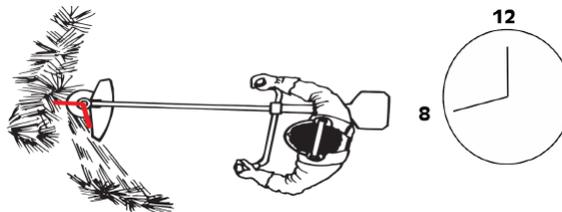

Figura 6.10. Forma correcta de trabajar con la motodesbrozadora.
- El desbroce se hará realizando un barrido de derecha a izquierda y la cuchilla trabajará entre las 8 y las 12. Este barrido se realizará a aceleración máxima. El movimiento de retorno será de izquierda a derecha y se efectuará sin realizar aceleración (figura 6.10).